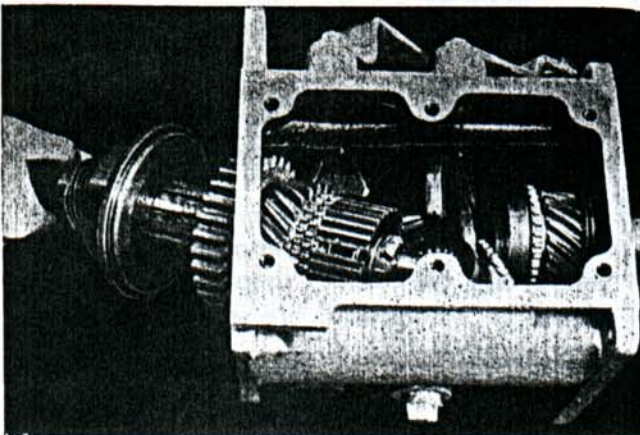

Fig. 90. — Sacando el eje principal por la parte posterior de la caja. Caja nacional para "Carabela", "Bergantín" y "Baqueano".
- 6º) Tirar del eje principal hacia atrás, para separarlo del engranaje de mando y desconectarlo de las horquillas de cambio. Una vez logrado esto, sacar el eje principal por la parte posterior de la caja y retirar el manguito del sincronizador y el anillo freno (Fig. 90).